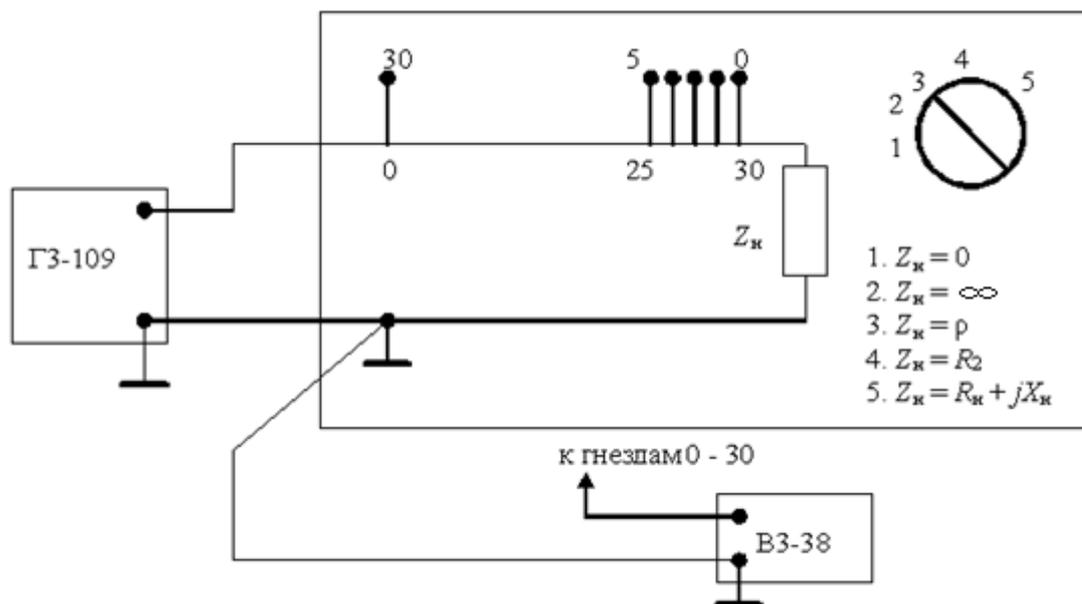

Рис.1.2
3.1. Лабораторные исследования выполняются на макете, верхняя панель которого представлена на рис. 1.2.
3.2. Установите на генераторе гармонических колебаний ГЗ-109 заданную в табл. 1.1 частоту, внутреннее сопротивление $R_{\text{вых}}=600$ Ом и напряжение на выходных зажимах 10 В. Напряжение проконтролируйте вольтметром ВЗ-38. Подключите генератор к входным зажимам длинной линии (рис. 1.2).